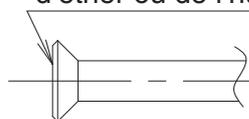

Fig. 8
- Lorsque vous effectuez un raccord évasé, enduisez la surface intérieure de fusée seulement avec de l'huile d'éther ou de l'huile d'ester. (**Reportez-vous à la Fig. 8**)